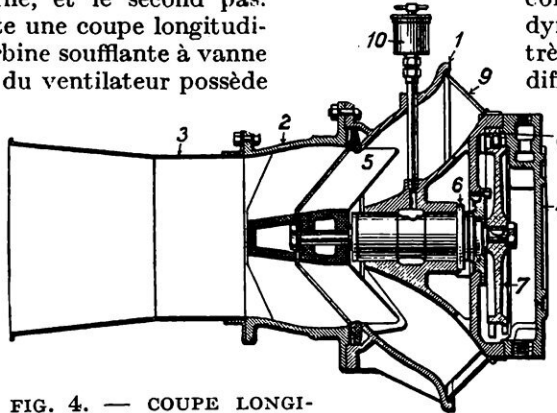

FIG. 4. — COUPE LONGITUDINALE DE LA TURBINE SOUFFLANTE A VANNE DIRECTRICE
La figure 4 présente une coupe longitudinale de l'appareil (turbine soufflante à vanne directrice). La caisse du ventilateur possède une enveloppe extérieure de forme conique, reliée par des membrures, c'est-à-dire par des côtes intégrales, à une partie conique intérieure qui forme la caisse de la turbine, et porte dans un trou central, exactement évidé, les aubes directrices et le moyeu des paliers à billes supportant l'axe de l'appareil soufflant.
Une modification de l'éventail (représenté fig. 4) est nécessaire afin qu'il puisse fonctionner correctement comme un ventilateur à tirage soufflant induit pour la locomotive, gardant essentiellement en vue la simplicité de la construction, la dépense modérée de l'entretien et l'assurance que
*Cette coupe montre que la turbine soufflante, située à la périphérie de l'appareil, occupe ainsi très peu de place. L'échappement a lieu avec celui des gaz. Pour les détails, se reporter à la figure 4.*